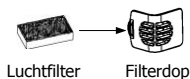

Fig. 11-1
(1) Bevestig de luchtfilter aan de filterdop zoals wordt weergegeven in Fig. 11-1.